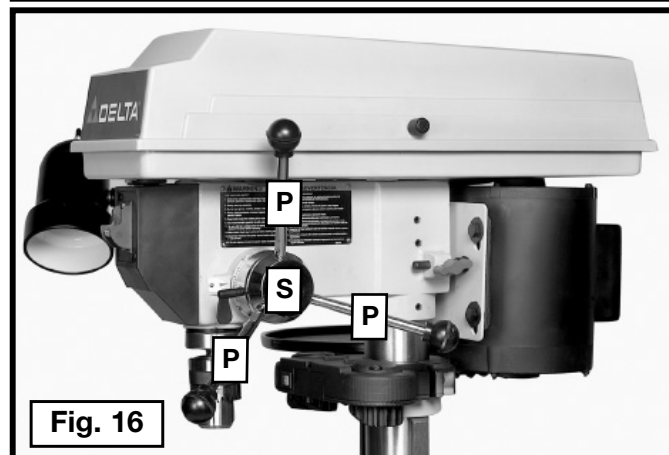

Fig. 16
19. Enrosque los tres mangos del eje del piñón (P), Fig. 16, en los tres orificios roscados ubicados en el eje del piñón (S).